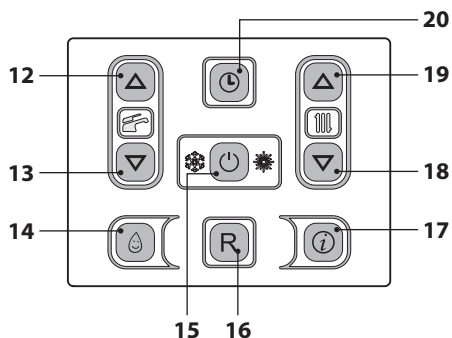
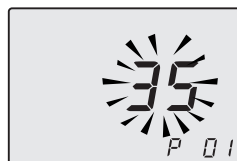

Figura 9.27
Figura 9.28
- Entrare in "modalità programmazione" premendo contemporaneamente per 10 secondi i tasti 15 - 18 - 19 (Figura 9.27) fino a far apparire sul display LCD le lettere **P01** che si alternano con il valore del parametro (91=M260MR.2025 SM/T o 92=M260MR.2530 SM/T), indicanti l'entrata nel "parametro 01" (Figura 9.28).